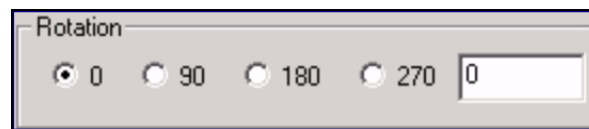

Рисунок 4-15: *Rotation* (Поворот)
- f. В эране *Редактирование текстовых полей* есть опция настроек для поворота текста. Можно выбрать угол поворота или задать требуемый угол поворота. Эта настройка позволяет повернуть текстовый блок на выбранный угол при печати. (см. Рис. 4-15).